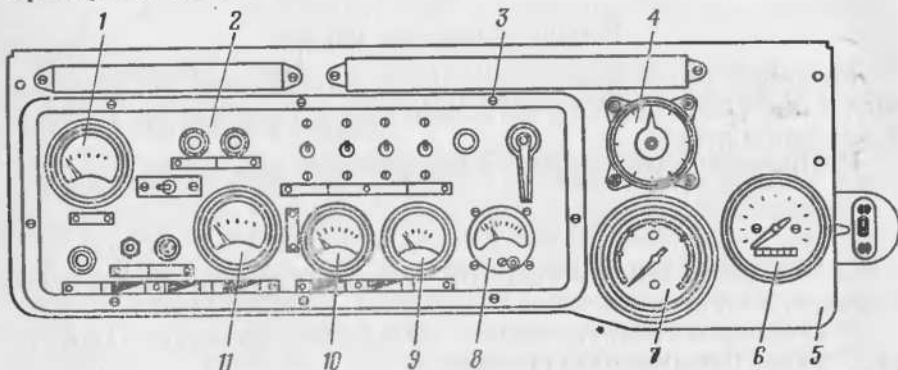

Рис. 76. Щиток приборов:
1. Ослабить винт с цилиндрической головкой хомутка крепления вольтамперметра 8 (рис. 76) к панели щитка приборов и вынуть вольтамперметр из отверстия в сборе с проводами.
1. Вывернуть винты 3 (рис. 76) крепления панели 2 к щитку 5 приборов и отвести панель на себя.
1. Вывернуть винты 3 (рис. 76) крепления панели 2 к щиту 5 приборов и отвести панель на себя.
1. Отвернуть накидную гайку и отсоединить трубку от шинного манометра 7 (рис. 76).
7. Вынуть лампочки освещения шкалы спидометра 1. Отвернуть гайки 3 скобы 2 крепления спидометра к щитку приборов, снять скобу, снять спидометр 6 (рис. 76).